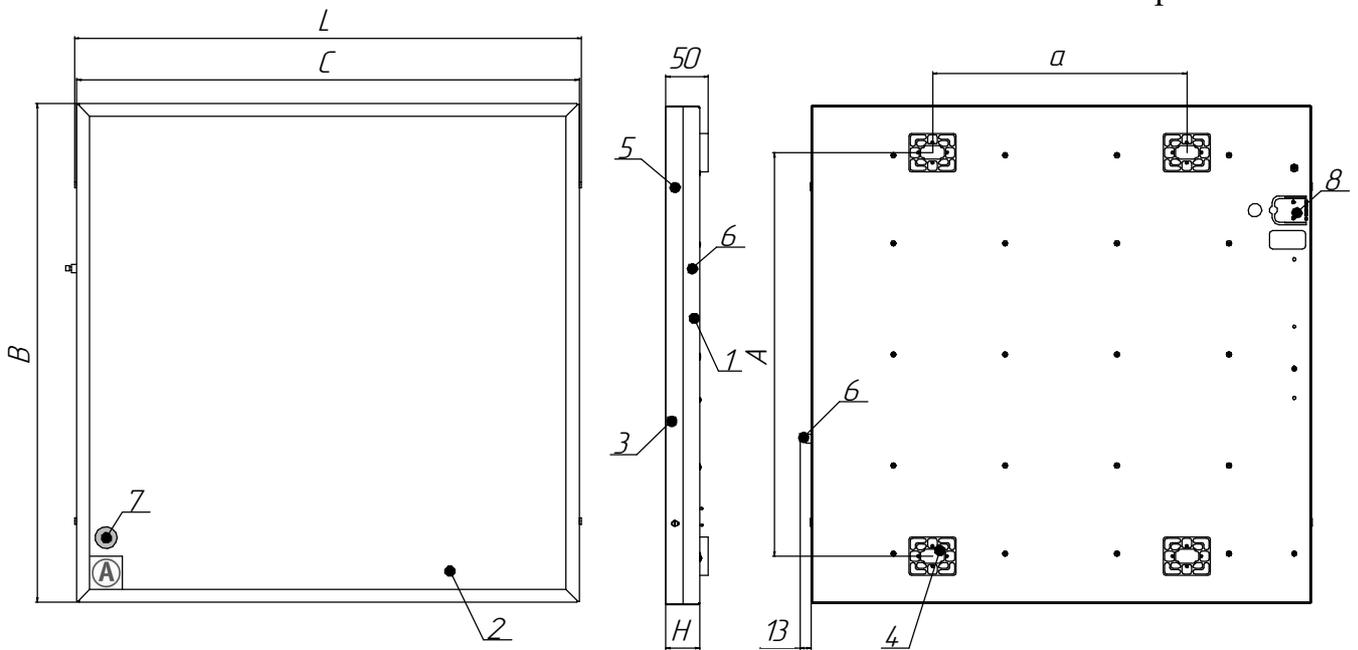

Рисунок 1 - Общий вид светильников
1) Снимите боковую планку поз.3, отвернув удерживающие ее винты поз.5 (см. рисунок 1).
2) Снимите рассеиватель поз.2, выдвинув его со стороны боковой планки (см. рисунок 1).
5.6. Подайте напряжение питания по некоммутируемой сети освещения. Индикатор заряда должен зажегся (см. рисунок 1, поз.7). Если индикатор заряда не зажегся, то необходимо проверить правильность подключения светильника. Затем подайте напряжение питания по коммутированной сети освещения. Если светильник не светит, то так же проверьте правильность его подключения.
**Кнопка "Тест":** выключите светильник. Зажмите кнопку на торце светового прибора (см. рисунок 1, поз. 6). Источник питания светильника переключится в